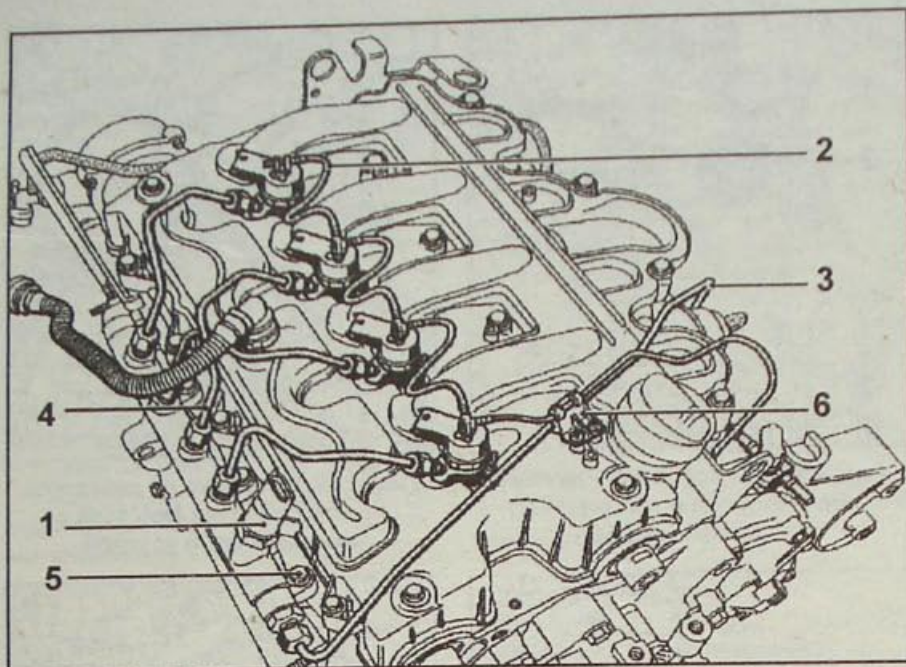
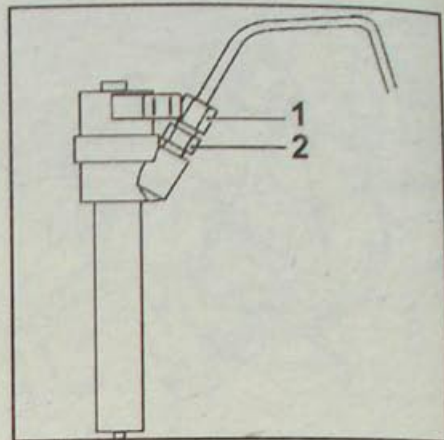

Рис. 4.58. Расположение элементов топливной системы:
Рис. 4.59. Крепление трубки к топливной форсунке:
• Отсоедините разъем от датчика давления (1, рис. 4.58).
• Отсоедините резиновый шланг (2) возврата дизельного топлива от форсунок.
• Снимите трубки впрыска топлива (3), соединяющие насос высокого давления и топливораспределительную магистраль. При снятии фиксатора (6) установленного на головке цилиндров соблюдайте осторожность, так как он очень хрупкий.
• Снимите трубки форсунок (4).
• При отвинчивании накидной гайки (1, рис. 4.59) крепления трубки впрыска топлива на корпусе форсунки необходимо вторым ключом удерживать гайку (2) крепления фильтра. Заглушите отверстия заглушками.
• Отверните болты (5, рис. 4.58) крепления топливораспределительной магистрали, но не снимайте ее.
- Отсоедините разъем от датчика давления (1, рис. 4.58).
- Отсоедините резиновый шланг (2) возврата дизельного топлива от форсунок.
- Снимите трубки впрыска топлива (3), соединяющие насос высокого давления и топливораспределительную магистраль. При снятии фиксатора (6) установленного на головке цилиндров соблюдайте осторожность, так как он очень хрупкий.
- При отвинчивании накладной гайки (1, рис. 4.59) крепления трубки впрыска топлива на корпусе форсунки необходимо вторым ключом удерживать гайку (2) крепления фильтра. Заглушите отверстия заглушками.